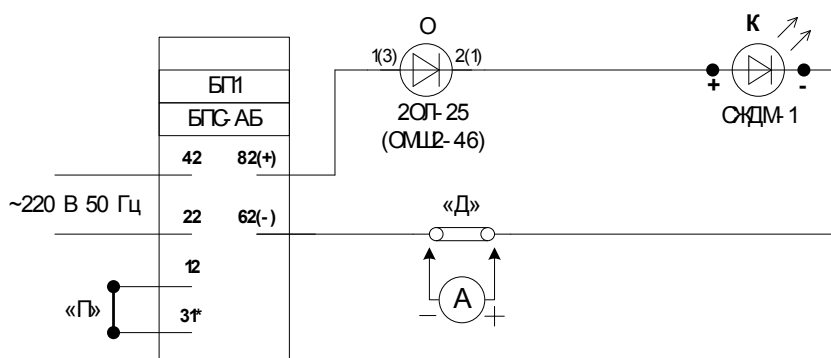
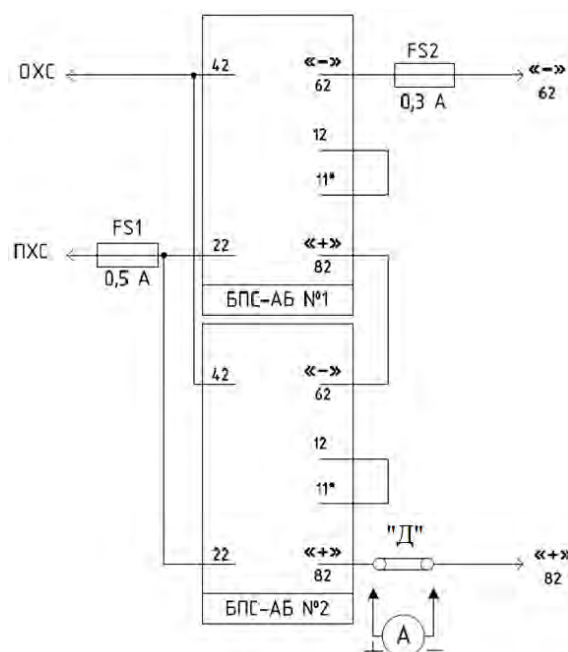
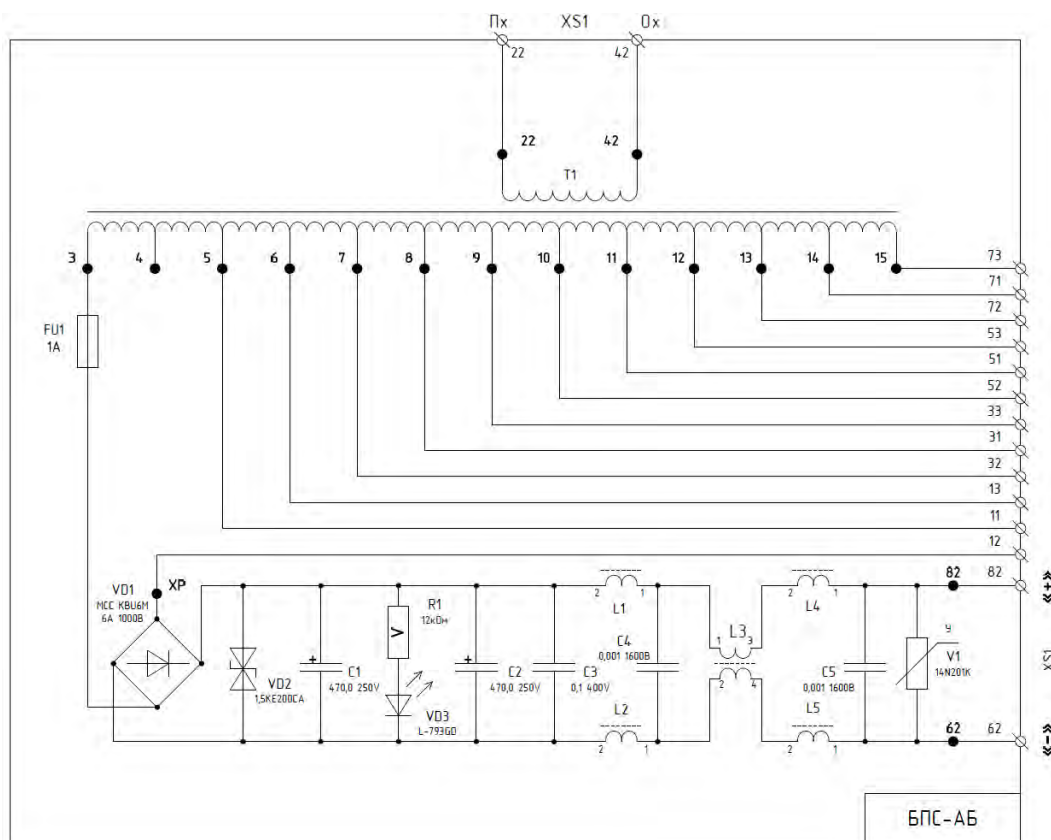

Рис.1. Схема регулировки СЖДМ по току
Рис.2. Схема последовательного соединения блоков питания светофором с (БПС) для удаленных светофоров более 3-х км
Рис.3. Схема электрическая принципиальная блока питания светофора (БПС)
- в разрыв соединяющей дужки «Д» (см. рис.1 или рис.2) включить переносной измерительный прибор в режиме измерения постоянного тока, соблюдая полярность (минусовой провод прибора подключается со стороны вывода 62 БПС-АБ);
- произвести регулировку тока потребляемого модулем СЖДМ путем переключения обмоток трансформатора (см.рис.3) блока БПС-АБ (обмотки переключаются перестановкой перемычки «П» (рис.1) на розетке БПС-АБ в соответствии с таблицей 1 и таблицей 2 приведенных в приложении к данной карте. Переключение обмоток на одну позицию приводит к изменению тока через модуль СЖДМ на 15...20 мА);